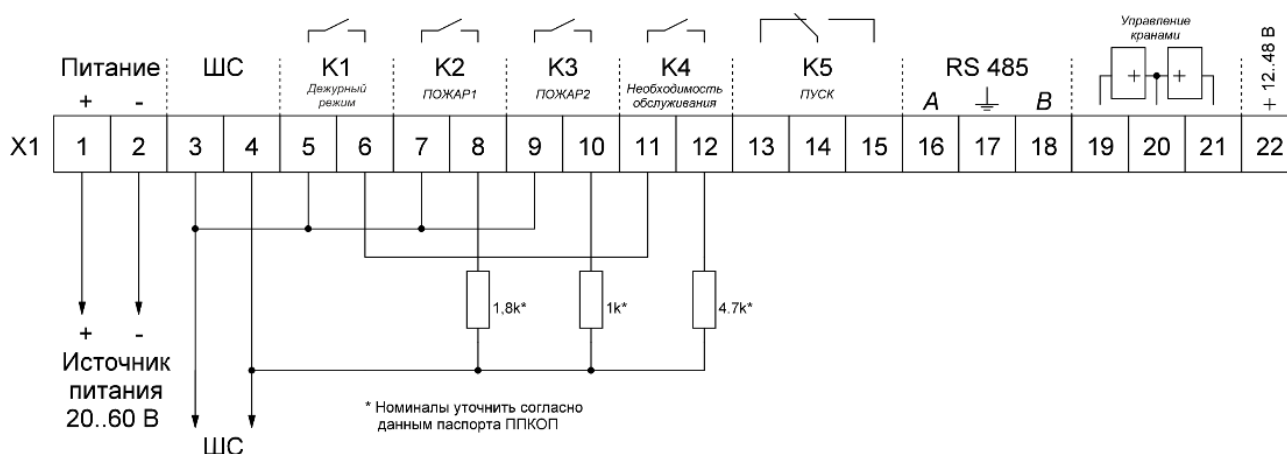

Рисунок 17 – Схема подключения с обобщенным сигналом об обслуживании
17.2 Схема подключения ИПА к ПЦН с уменьшением сопротивления ШС при формировании извещений «Пожар 1», «Пожар 2» с обобщенным сигналом о неисправности при необходимости обслуживания извещателя (рисунок 17).